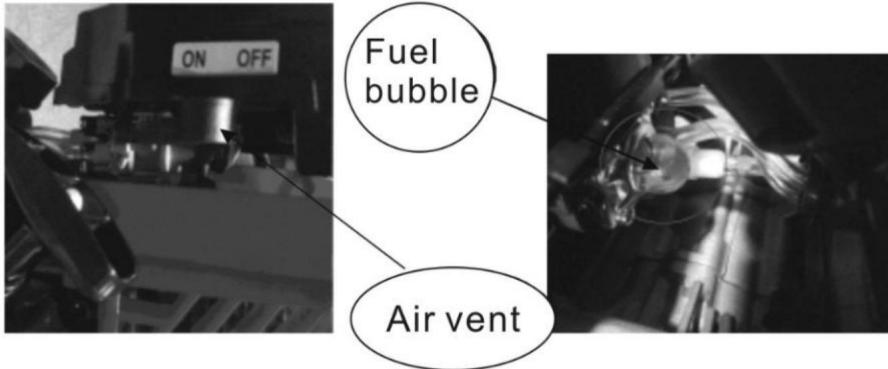

Fig 3
1. Voordat u de nieuwe machine voor het eerst start, drukt u herhaaldelijk op de transparante brandstof luchtbel (zie Afb.3) om de carbureateur volledig met brandstof te vullen.